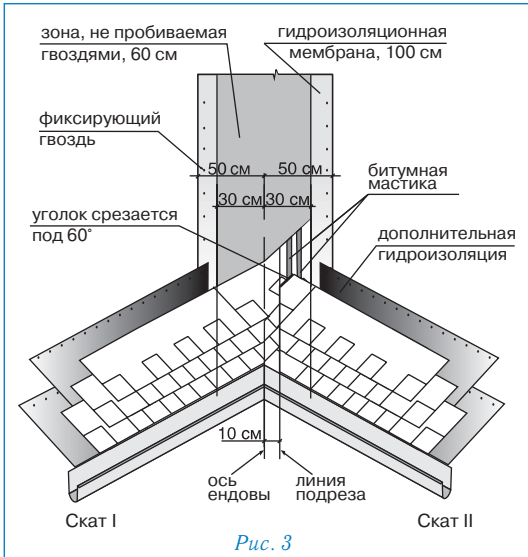

Рис. 3
Ендова (рис. 3)
- на прилегающем скате (II) вдоль оси ендовы на расстоянии 30 см от нее отбивается линия;
- лист, подходящий к ендове со ската II, должен доходить до линии подрезки и обрезаться по ней. Верхний уголок обрезанного края листа подрезается под углом 60° (5 × 3 см – рис. 3);